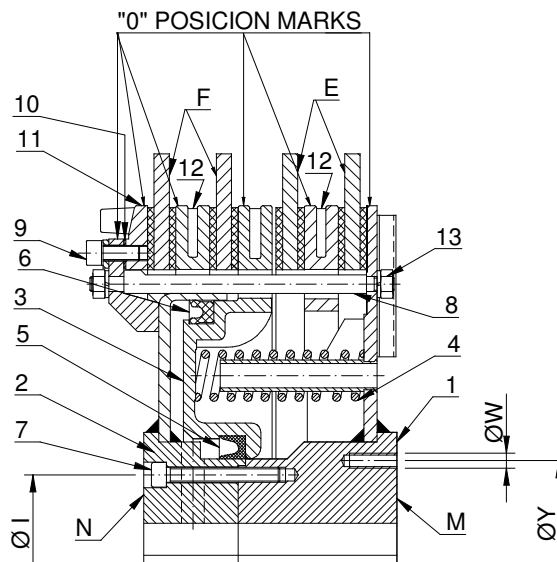

Fig. 10
1. Desmontar los discos de freno (F) y embrague (E) (Fig. 10) según el procedimiento descrito en el **Capítulo 4.3**.
2. Apoyar la tapa lado embrague (1) sobre la cara M (Fig. 10).
3. Distribuir uniformemente los resortes (4) en la tapa lado embrague.
5. Colocar los collarines (5 y 6) correctamente en el pistón (3).
6. Montar el pistón (3) sobre la tapa lado embrague (1) haciendo coincidir las marcas de posición "0".
7. Engrasar las superficies de asiento del collarín en la tapa lado freno (2) con grasa de disulfuro de molibdeno (MOLYKOTE BR2Plus o similar).
8. Aplicar en la superficie de unión de la tapa lado embrague (1) con la tapa lado freno (2) LOCTITE de sellado (510 o similar), asegurando la estanqueidad.
9. Colocar la tapa lado freno (2) sobre la tapa lado embrague (1) y pistón (3) haciendo coincidir las ranuras del primero con los orificios de entrada de aire y las marcas de posición "0".
10. Fijar con pasadores y apretar en cruz los tornillos (7) a su par correspondiente según Tabla 9 tras aplicar LOCTITE de fijación (243 o similar).
13. Apoyar el freno-embrague sobre la cara N (Fig. 10) de la tapa lado freno (2) y atar los tornillos 13 aplicando LOCTITE 243 o similar.